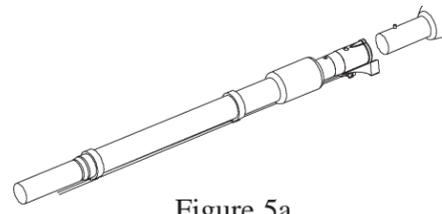

Figure 5a
2. Insérez l'extrémité du boyau dans le tube de la brosse électrique assemblée. Pour obtenir un raccordement électrique adéquat, assurez-vous que le bouton de verrouillage à pression est bien ressorti. (Figure 5a)